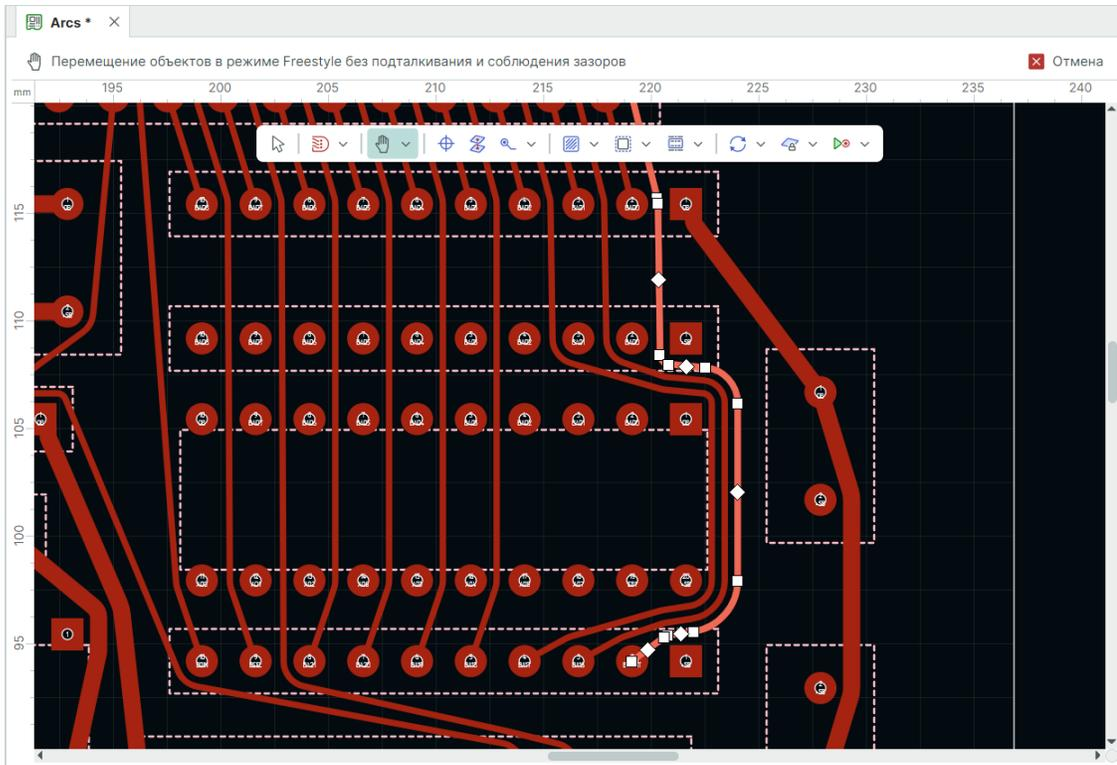

Рис. 407 Выделение проводника в режиме Freestyle
- 1.1. Выделите проводник, см. Рис. 407.